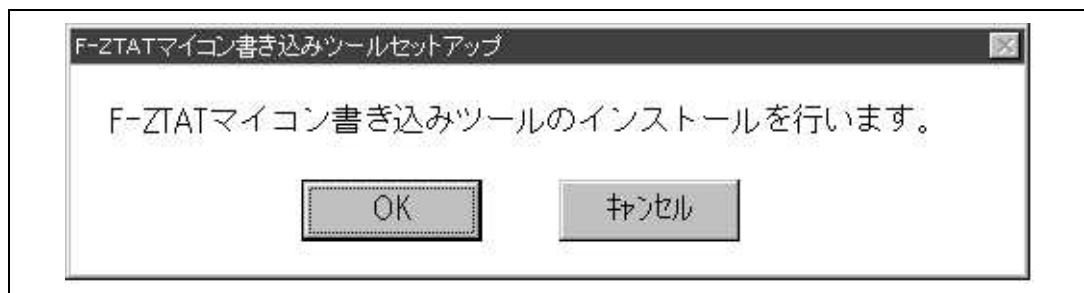

図 3.1 インストール開始メッセージ
- (1) オンボード書き込みソフトウェアのフロッピーディスクを、使用する端末のフロッピーディスクドライブに差し込みます。
- (2) フロッピーディスク内のSETUP.EXEをWindows上で起動します。
- (3) 図3.1のメッセージを表示します。[ OK ] ボタンを選択するとインストールを開始し、[ キャンセル ] ボタンを選択するとインストールを中断します。